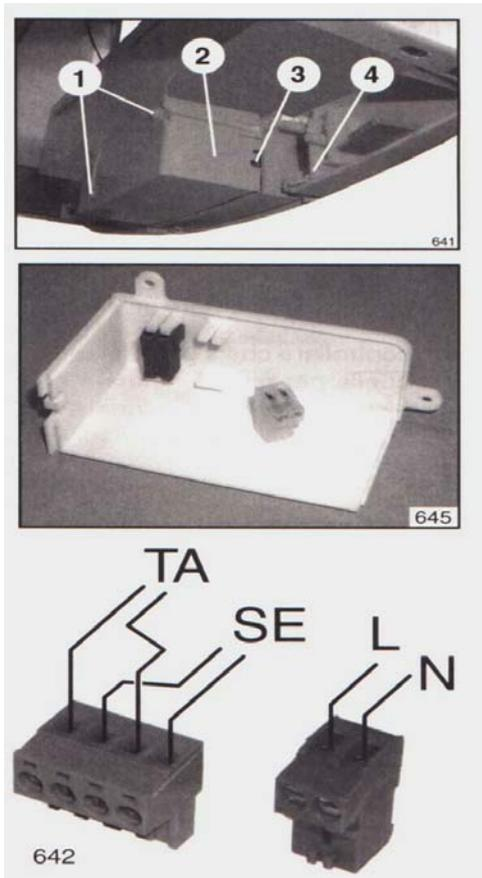

Рис.10
- открутить оба шурупа (1) и снять крышку (2).
- Подключить провода как показано на Рис.10, расположенном на другой стороне крышки:
- соедините кабель NEUTRAL (N) и PHASE (L) с БЕЛЫМ соединителем, как показано на рисунке 10.
!!! Если перепутаны провода NEUTRAL (N) и PHASE (L), котел не будет работать. Если Комнатный Термостат или Хроно Термостат (ТА) и/или датчик внешней температуры (SE) установлены, отключить ЗЕЛЕНЫЙ соединитель от блока управления и сделать подсоединения как показано на Рис.10, подключив на его место провода термостата.
- Закрывать крышку, проведя кабель в соответствующее отверстие (3) и закрутить шурупы (1) см. Рис.10;
- Фиксировать кабель специальным устройством (4)